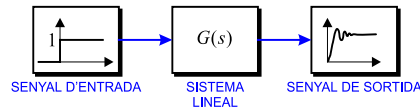

Figura 3-27
**Problema 83** Per tal d'identificar un sistema lineal es realitza la prova de la Figura 3-27.